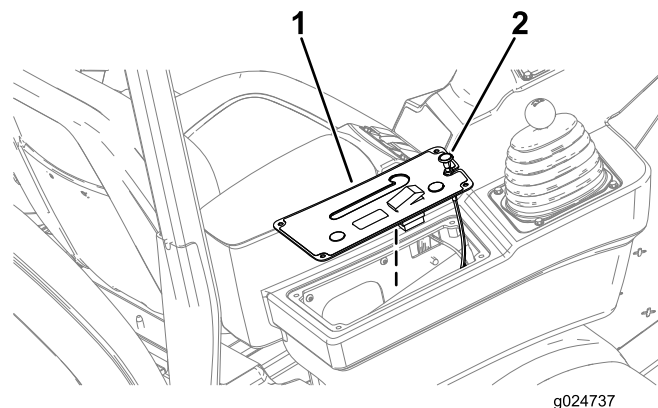

Figura 46
3. Eleve a cobertura do painel de controle e a alavanca do ar (Figura 46).